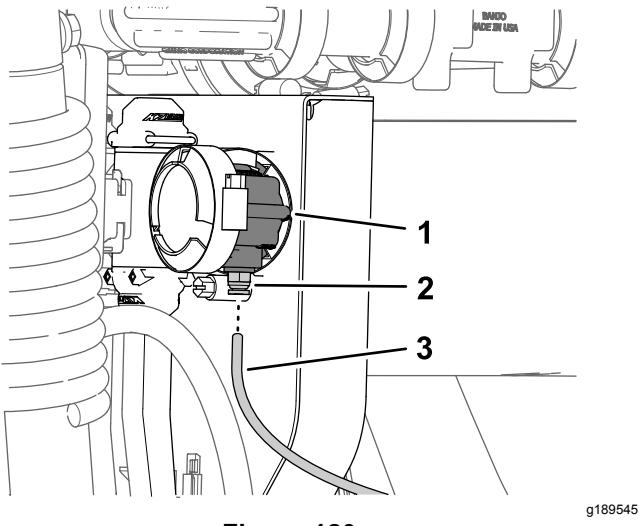

Figura 120
- Allineate l'estremità del tubo di rilevamento della pressione (in plastica) per il manometro del cruscotto al collare di sicurezza per l'accoppiatore del tubo (Figura 120).
2. Inserite il tubo di rilevamento nel collare di sicurezza fino a quando non è completamente in sede (Figura 120).